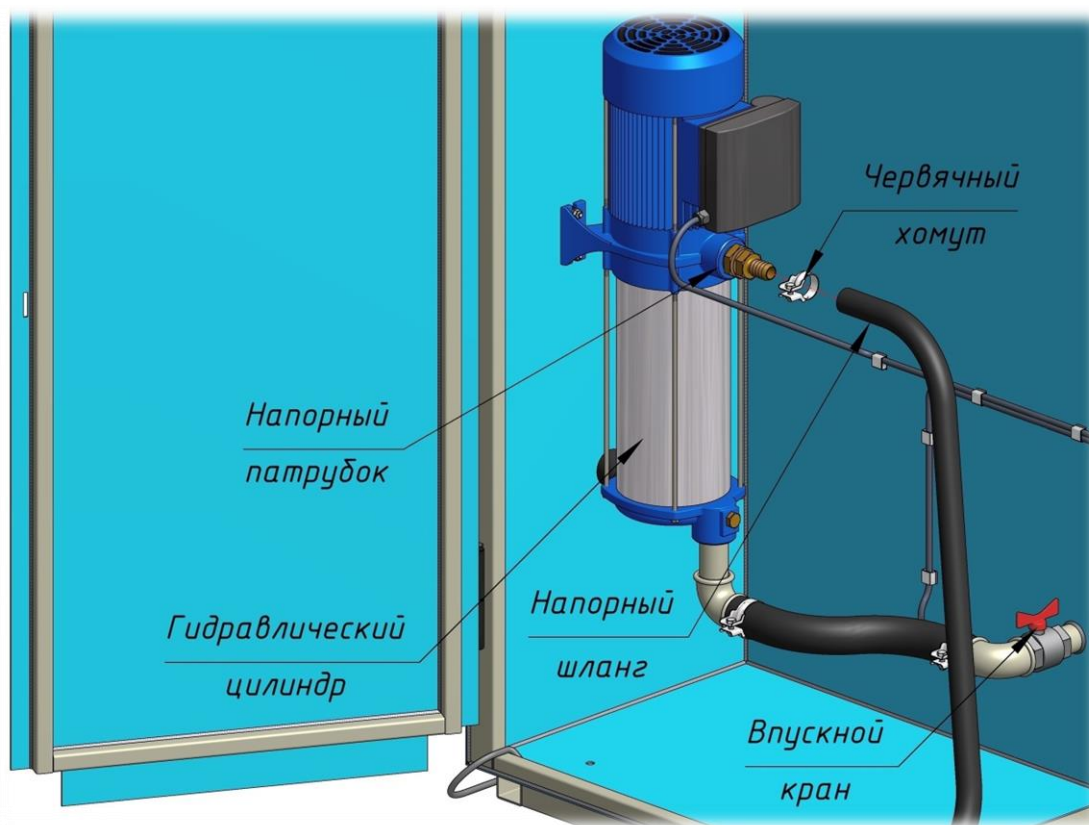

Рисунок 5
4.8. Эксплуатация ПМК «Поток» без воды категорически запрещена, поэтому необходимо ослабить червячный хомут и отсоединить напорный шланг от насоса, открыть впускной кран и подождать несколько минут. В случае если вода из напорного патрубка насоса потекла самостоятельно, одеть обратно напорный шланг и затянуть его хомутом. В противном случае, необходимо вручную полностью залить гидравлический цилиндр насоса технической водой через напорный патрубок, после чего одеть напорный шланг на место (смотри рис. 5).